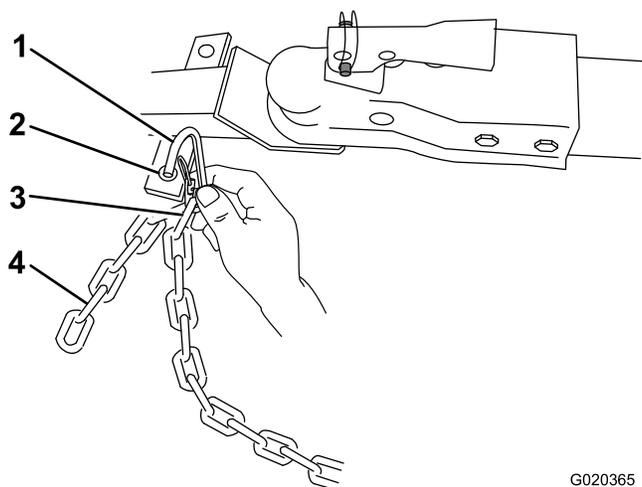

Figure 27
3. Accrochez chaque bout de la chaîne au point de montage de la chaîne de sécurité du véhicule tracteur à l'aide des maillons d'attache (Figure 27).
maillons appropriés de la chaîne de sécurité (Figure 27). Si la chaîne est trop lâche et touche le sol, raccrochez-la au maillon d'attache pour l'éloigner du sol.